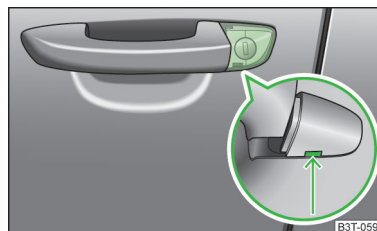

Fig. 191
- Introducir la llave del vehículo en el rebaje del lado inferior de la cubierta en la zona de la flecha y apalancarla hacia arriba » fig. 191.